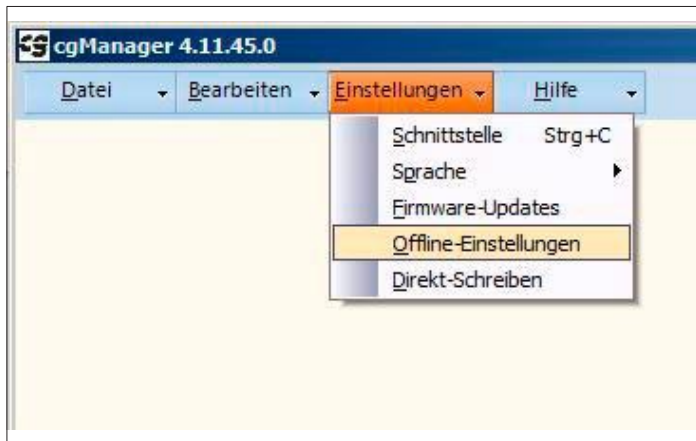
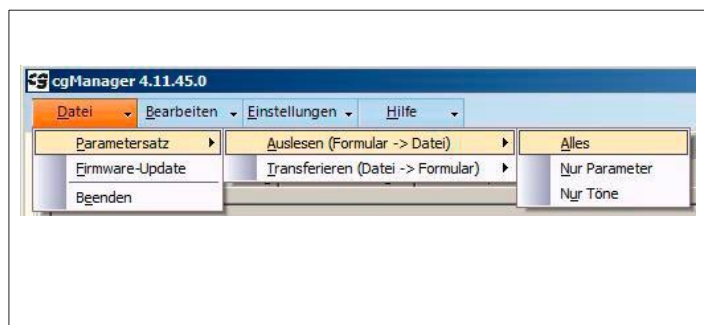

Abb. 80
Abb. 85
- Alle Punkte unter „9.1“ Abb. 80 bis Abb. 85 ausführen.